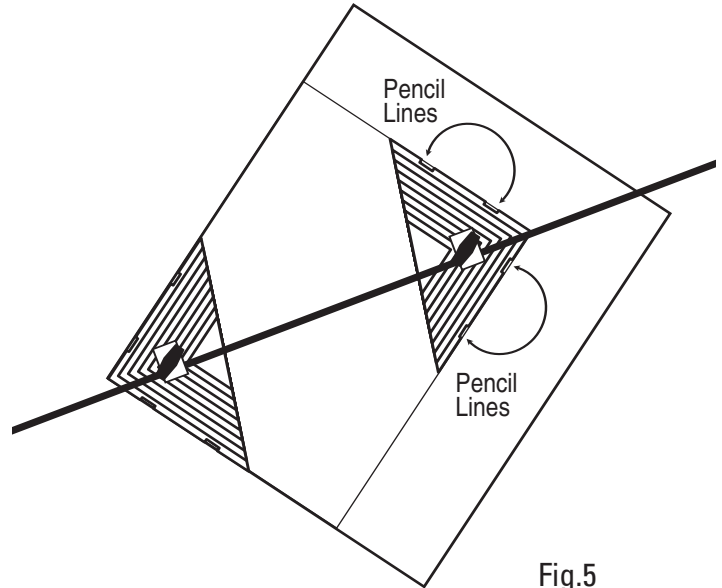

Fig.5
Étape 3 – Retirez l'outil de dimensionnement du cadre et assurez-vous que la position de chaque triangle n'a pas changée. Placez le guide-bordure Fit-N-Frame au dos du passe-partout en alignant le triangle A sur l'angle inférieur gauche du passe-partout. (Fig. 5)
Étape 4 – Tracez ensuite une ligne à l'intérieur des deux petits renforcements du triangle B. Ces lignes constituent les dimensions extérieures du passe-partout. (Fig. 5)
Schritt 3 - Nehmen Sie das Messwerkzeug vom Rahmen und achten Sie dabei darauf, dass die Dreiecke nicht verrutschen. Legen Sie den Fit-N-Frame Border Guide auf die Rückseite des Passepartoutkartons, indem Sie Dreieck A auf die untere linke Ecke des Kartons auflegen. (Abb. 5)
Schritt 4 - Ziehen Sie jetzt eine Linie in den beiden flachen Aussparungen von Dreieck B. Diese Linien sind die Außenkante des Passepartouts. (Abb. 5)
Procedura 3 - rimuovere l'attrezzo per dimensionare dalla cornice controllando che la posizione dei due triangoli non cambi. Posizionare la guida per bordi Fit-N-Frame sul retro del cartoncino allineando il triangolo A con l'angolo inferiore sinistro del cartoncino (Fig. 5).
Procedura 4 - tracciare una riga all'interno dei due incavi del triangolo B. Queste righe indicano le dimensioni esterne del cartoncino (Fig. 5).
Paso 3: retire la herramienta de medición del marco asegurándose de que la posición de cada triángulo no cambie. Coloque la Guía de bordes para montaje en bastidor en la parte posterior del panel al alinear el Triángulo A con la esquina inferior izquierda del panel. (Fig. 5)
Paso 4: luego dibuje una línea dentro de las dos ranuras del Triángulo B. Estas líneas están fuera de las dimensiones del panel. (Fig. 5)